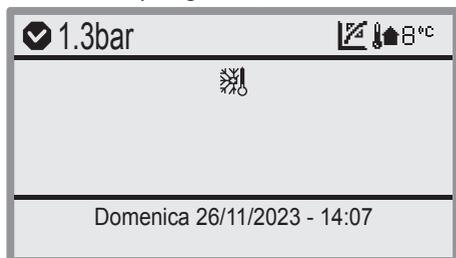

Figura 6.5
- Alimentare elettricamente la caldaia azionando l'interruttore bipolare previsto in installazione. Il display LCD visualizza il simbolo  (caldaia in Stand-by) (Figura 6.5).